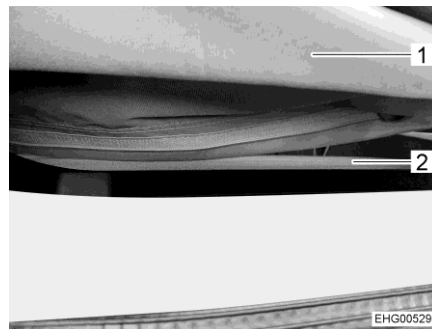

Fig. 70 Fermeture éclair
- Ouvrir entièrement la fermeture éclair (Fig. 70,2) sur le bas du soufflet (Fig. 70,1).